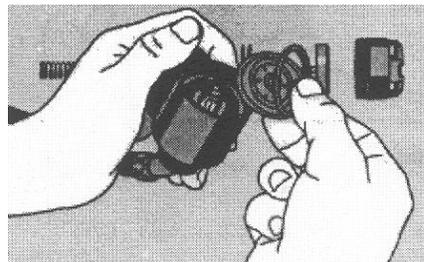

Figura 4
- Retirar o anel de deslizamento e diafragma (Figura 4).